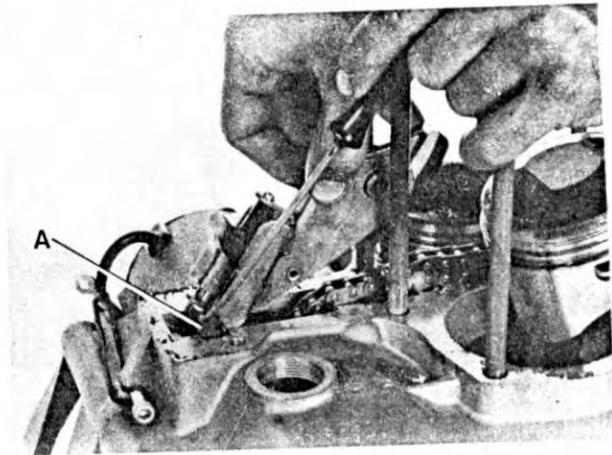

Fig. 39
- Togliere i due blocchetti di gomma posti alla base del tendicatena (A - fig. 39) ed estrarre il tendicatena completo.
- Remove the two small rubber blocks housed in cam chain tensioner base (A - fig. 39), and remove the chain tensioner assembly.